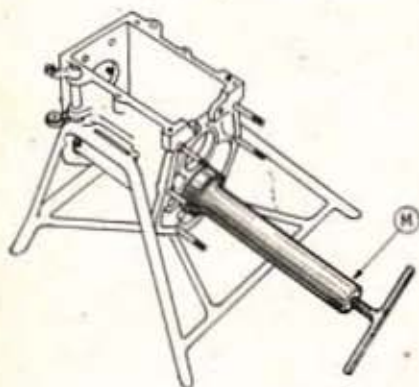

Fig. 68. — Extraction du roulement AR
• A l'aide de l'extracteur M et de l'entretoise N extraire le roulement AR (fig. 68).